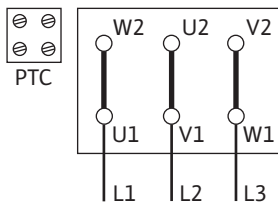
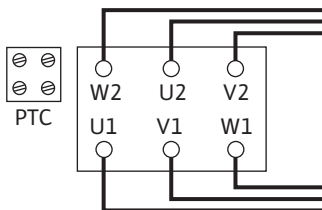

Fig. 10: Avviamento Y-Δ
Fig. 11: Collegamento Δ
- L'alimentazione di rete dipende dalla potenza motore P2, dalla tensione di rete e dal tipo di connessione. Per il collegamento necessario ai ponti di connessione nella morsettiera, fare riferimento alla seguente tabella e alle Fig. 10 e Fig. 11.
Avviamento Y-Δ (standard)	Rimuovere i ponti di connessione (Fig. 10).
Start mediante avviamento soft	Collegamento Δ (Fig. 11)